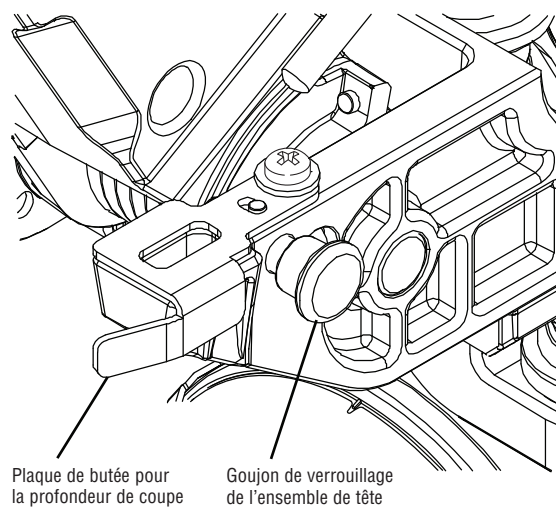

Figure 11
3. Tout en appuyant sur la tête de la scie et en la maintenant enfoncée, appuyez sur le goujon de verrouillage de l'ensemble de tête. Relâchez l'ensemble de tête. La tête est maintenant verrouillée en position abaissée (DOWN) (voir Figure 11).